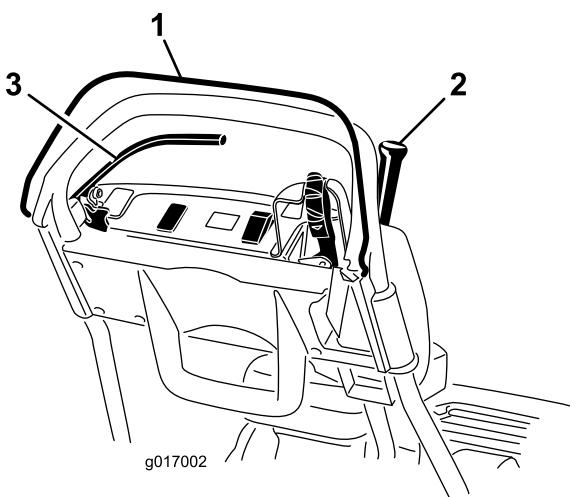

Рисунок 27
3. Попробуйте привести в действие рычаг тяги при ненажатом механизме контроля присутствия оператора (Рисунок 27). Рычаг тяги не должен включиться. Если рычаг тяги включается, то система блокировки нуждается в ремонте. Устраните неполадку перед эксплуатацией. См. Обслуживание блокировочного выключателя тяги (страница 35)
- 4. При нажатом OPC и включенном рычаге тяги отпустите OPC (Рисунок 27). Рычаг тяги должен отключиться. Если рычаг тяги не отключается, то система блокировки нуждается в ремонте. Устранит неполадку перед эксплуатацией. См. Обслуживание блокировочного выключателя тяги (страница 35) или Регулировка механизма управления тягой (страница 38).
- 5. При нажатом OPC и передвинутом влево рычаге переключения включите приводы барабана и тяги и отпустите OPC (Рисунок 27). Рычаг тяги должен отключиться. Если рычаг тяги не отключается, то система блокировки нуждается в ремонте. Устранит неполадку перед эксплуатацией. См. Обслуживание блокировочного выключателя тяги (страница 35), Регулировка механизма управления тягой (страница 38), или Регулировка управления барабаном (страница 38).
- 6. При нажатом OPC и передвинутом влево рычаге переключения включите приводы барабана и тяги, переведите рычаг переключения вправо для отключения привода барабана (Рисунок 27). Привод барабана должен отключиться. Если рычаг тяги не отключается, то система блокировки нуждается в ремонте. Устранит неполадку перед эксплуатацией. См. Регулировка управления барабаном (страница 38)
2. При нажатом OPC, включенном рычаге тяги и органах управления двигателем в положении запуска (Рисунок 27). Попробуйте запустить двигатель. Двигатель не должен запускаться. Если двигатель запускается, то блокировочный выключатель нуждается в ремонте. Устранит неполадку перед эксплуатацией. См. Обслуживание блокировочного выключателя тяги (страница 35)
2. При выключенном рычаге тяги, включенном рабочем тормозе и органах управления двигателем в положении запуска (Рисунок 27). Попробуйте запустить двигатель. Двигатель должен запуститься. Если двигатель не запускается, то блокировочный выключатель нуждается в ремонте. Устранит неполадку перед эксплуатацией. См. Обслуживание блокировочного выключателя тормоза (страница 35)
3. При работающем двигателе включите рабочий (но не стояночный) тормоз, нажмите механизм контроля присутствия оператора и включите рычаг тяги (Рисунок 27). Двигатель должен работать, преодолевая сопротивление тормоза, но не должен глохнуть. Если двигатель сразу же глохнет, то блокировочный выключатель нуждается в ремонте. Устранит неполадку перед эксплуатацией. См. Обслуживание блокировочного выключателя тормоза (страница 35)
4. При работающем двигателе включите стояночный тормоз, нажмите механизм контроля присутствия оператора и включите рычаг тяги (Рисунок 27). Двигатель должен заглохнуть. Если двигатель не глохнет, то блокировочный выключатель нуждается в ремонте. Устранит неполадку перед эксплуатацией. См. Обслуживание блокировочного выключателя тормоза (страница 35)